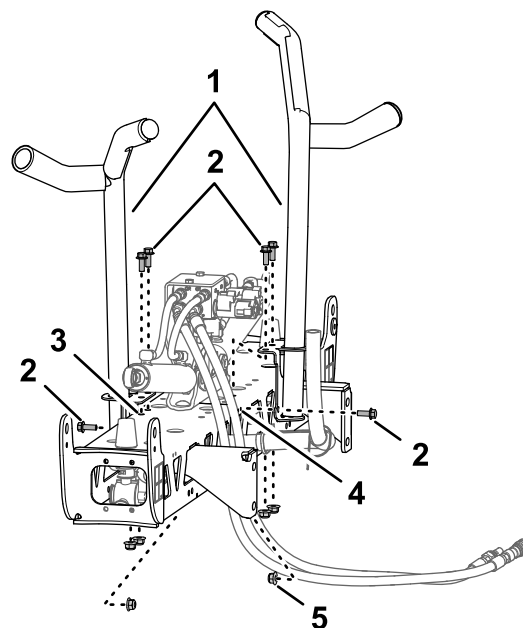
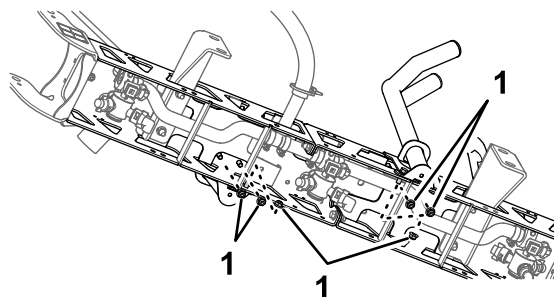

図 35
図 36
2. 移動走行用ブームクレードルをセンターブームに合わせる (図 35)。
3. ボルト $\frac{3}{8}$ x 1"6本とフランジナット $\frac{3}{8}$ "を使用して、クレードルをブームに固定する図 35と図 36。